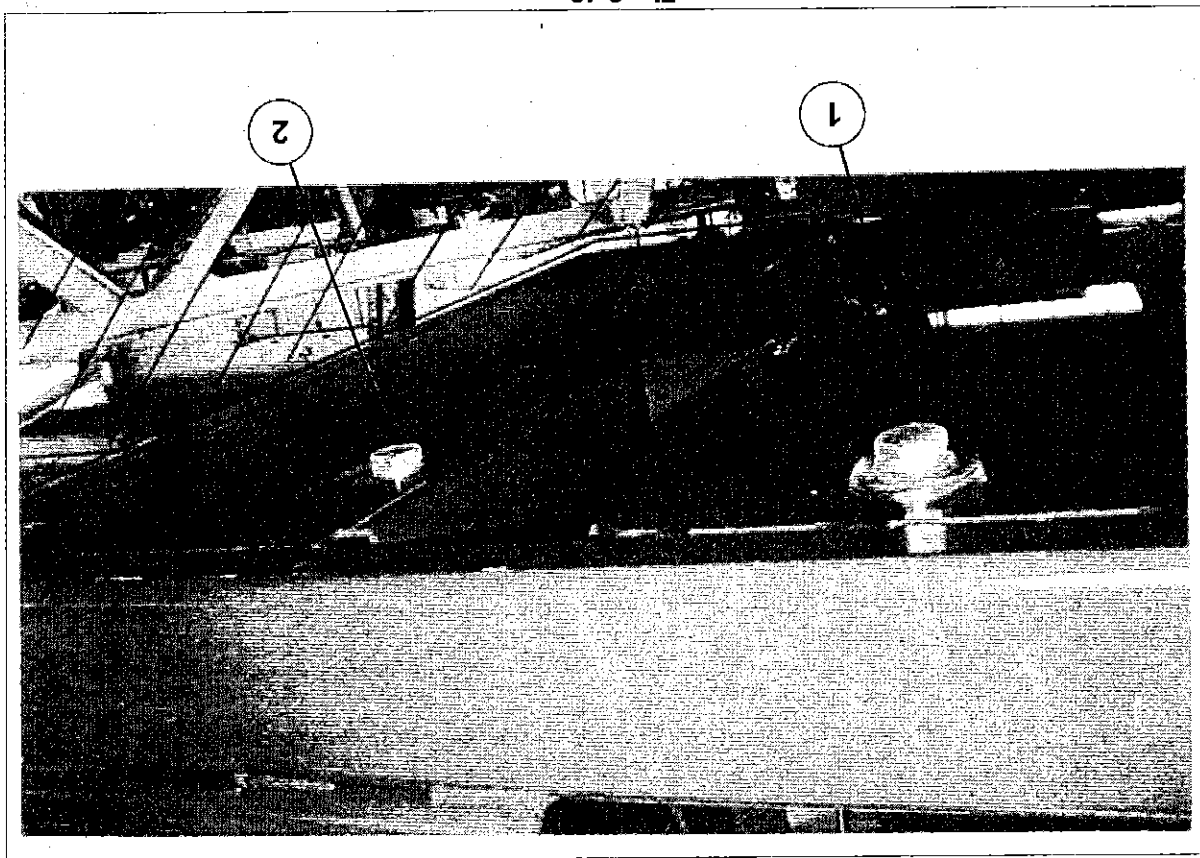

Fig. 8-42
Per sostituire l'olio idraulico, il trituratore deve essere in posizione orizzontale o leggermente in pendenza dal lato sinistro. Il tappo dell'olio idraulico si trova sul fondo del cofano motore, sul lato posteriore sinistro fig. 8.42 part. 2.
4. Svitare lentamente il tappo di scarico part. 2 di fig. 8-42 fino a fare trafilare l'olio e attendere qualche minuto.